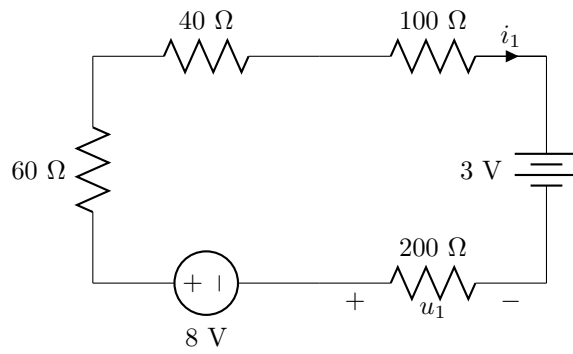

Figura 1.6: Circuito del problema 17.
17. En el circuito de la figura 1.6 halla: a)  $i_1$ ; b)  $u_1$ ; c) la potencia suministrada por la batería de 3 V.